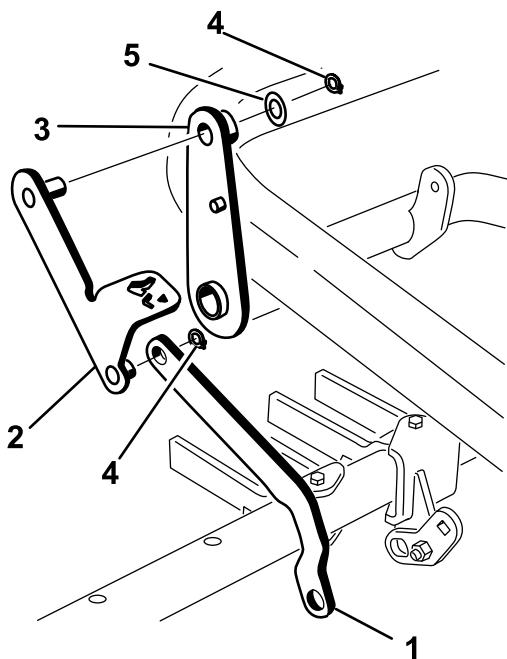

Рисунок 15
- Наденьте конец звена навесного бруса на короткую стойку узла рычага педали и закрепите его стопорным кольцом (Рисунок 15).
- Вставьте стойку на другом конце узла рычага педали через верхнюю часть узла рычага и закрепите его шайбой ($\frac{7}{8}$ дюйма) и стопорным кольцом (Рисунок 15).